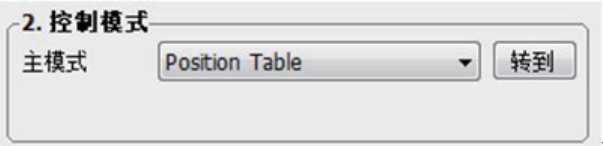

图 7.5.2选择Position Table
1) 打开M Servo Suite，与驱动器建立通讯连接（通讯连接步骤请参考软件使用手册），在**第1步：配置界面**，将“**2.控制模式**”中的主模式选择为“Position Table”。如图 7.5.2选择Position Table